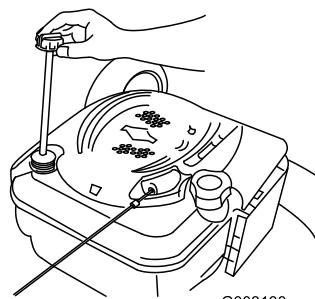

Figura 36
- Rimuovete l'asta di livello dal tubo di riempimento dell'olio (Figura 36).